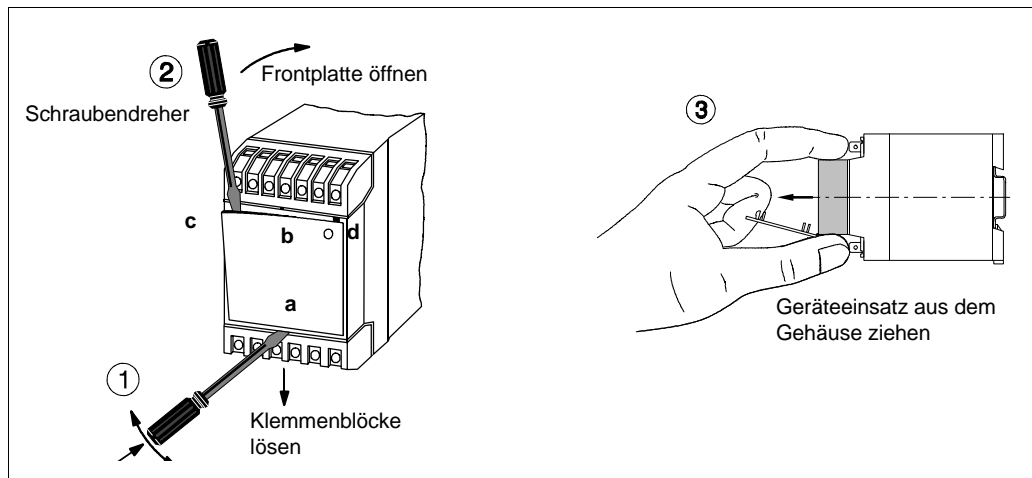

Abb. 6
- Klemmenblöcke abnehmen, siehe Abb.6 auf Seite 10